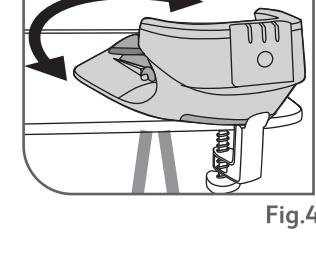

Fig.4
- Attachez la base sur le système EasyFix – fig.4. Il est recommandé d'ajuster l'angle de la base sur la table à 45° pour un meilleur confort.